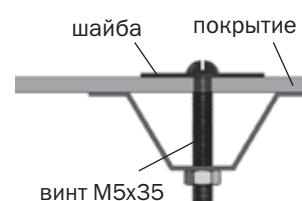

Рис.16
**3.** Установите боковины торца в соответствии с рис.16. Придерживая кусок покрытия, закрепите его винтами с шайбами по деталям **6к, 7, 8, 21.** и по уголкам с помощью самонарезных винтов с шайбами. Отверстия для винтов выполняются сверлом диаметром 5 мм изнутри теплицы через готовые отверстия в деталях каркаса. Установите куски «конька», закрепляя их на уголки с помощью самонарезных винтов с шайбами. Нахлест с боковинами срезать.